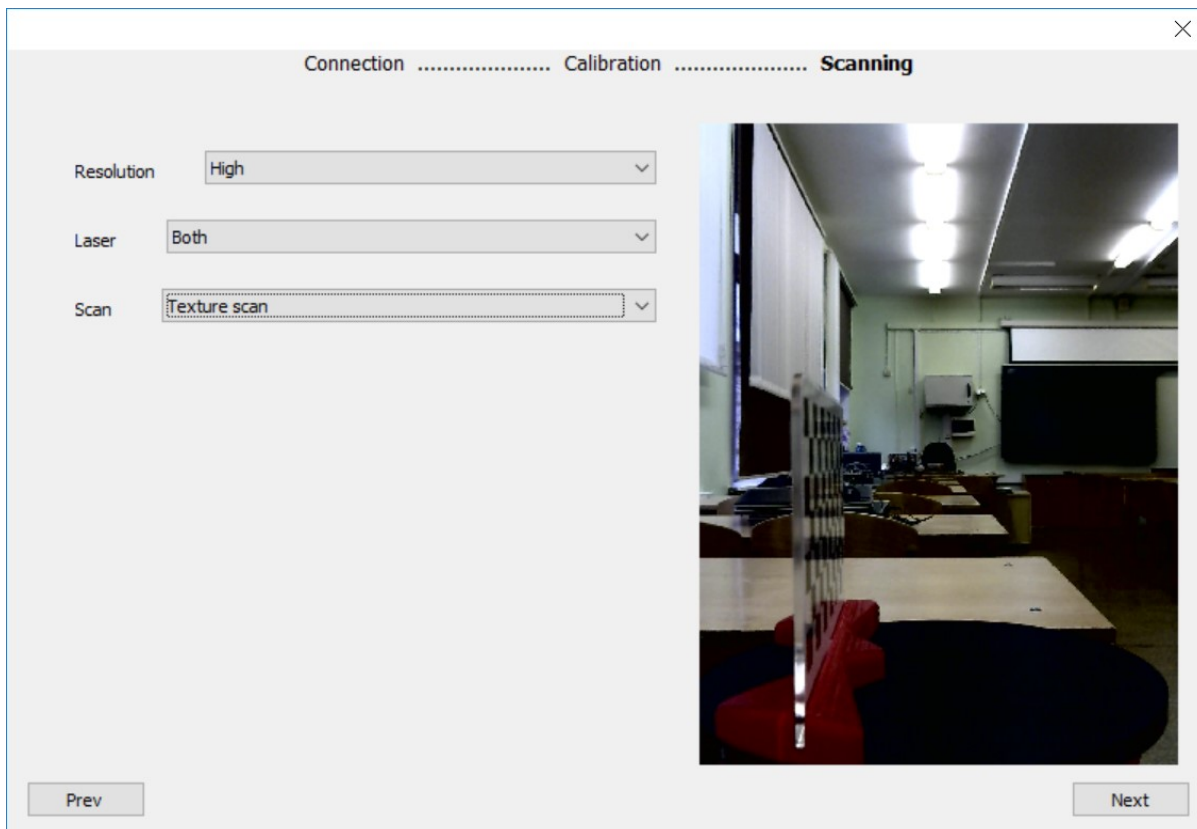

Рис. 34
7. Третий, и последний шаг Мастера (рис. 34) – это настройка параметров сканирования. В частности, здесь можно выбрать: